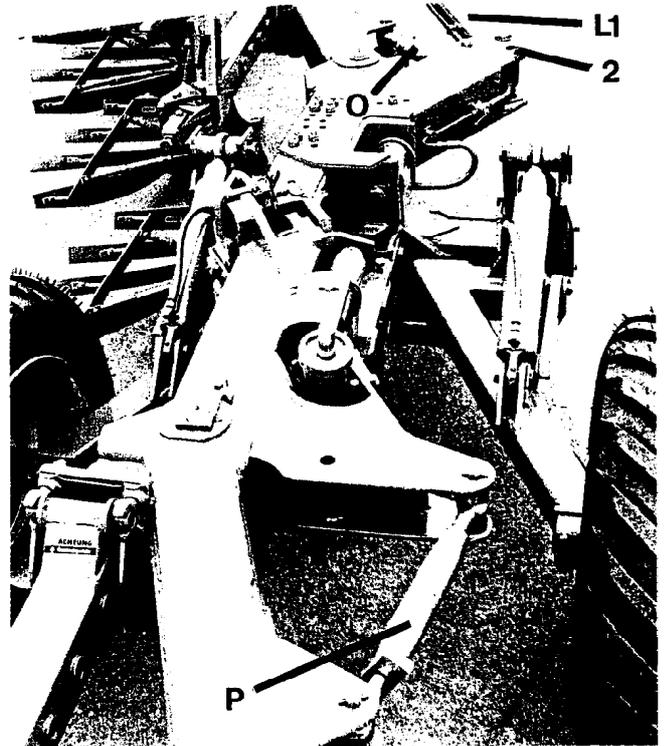

Fig.9
MARABU, MARABU-AVANT : si l'on n'arrive pas à diminuer suffisamment la largeur de travail du 1er corps pour les tracteurs à très grande voie, fixer alors le stabilisateur par le trou arrière (2) dans le chariot (fig. 9 + 16).
Les corps à l'avant et à l'arrière du chariot doivent être parallèles (à mesurer au niveau des contreseps ; à régler avec les manivelles O et P, fig. 9, 14, 16).
MARABU/-AVANT - 1 : 1 (fig. 9 + 16)